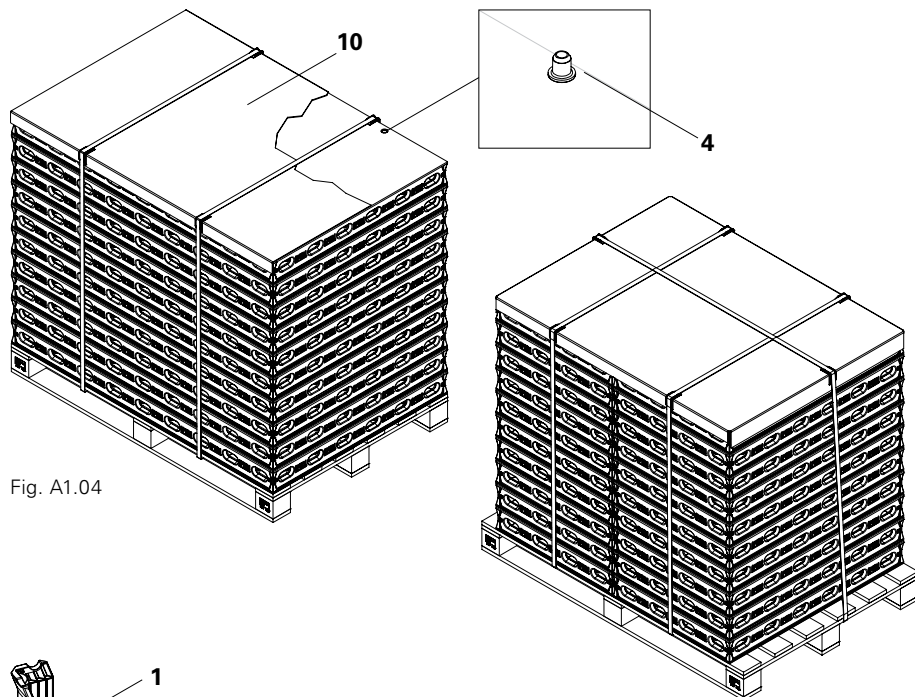

Fig. A1.04
- Posizionare 10 pannelli DUO (10) su ciascun pallet.
- Per evitare lo spostamento accidentale dei pannelli, posizionare l'inserto per accatastamento DUO (4) in ogni pannello e in ogni foro per tiranti. Con i pannelli jolly, utilizzare i 4 fori per tiranti più esterni.
- Posizionare tutti i pannelli con i pannelli di rivestimento rivolti verso l'alto. Appoggiare un pannello di protezione sul primo pannello in cima alla pila, per evitare di danneggiare il pannello di rivestimento (soprattutto in caso di cataste sovrapposte). (Fig. A1.04)